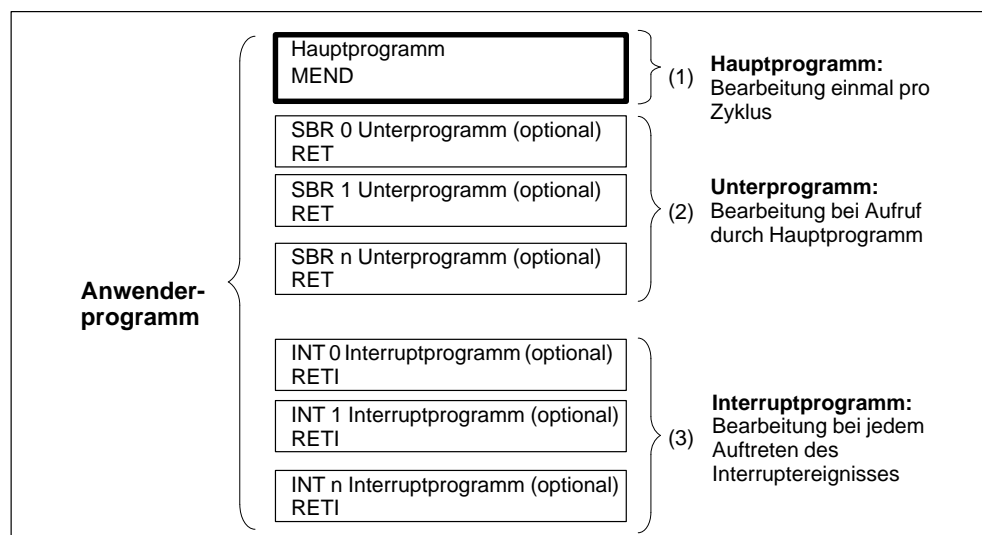

Bild 6-6 Aufbau eines Programms für die S7-200 CPU
Programme für eine S7-200 CPU setzen sich aus drei Grundelementen zusammen: einem Hauptprogramm, Unterprogrammen (optional) und Interruptprogrammen (optional). In Bild 6-6 sehen Sie, daß ein S7-200 Programm in die folgenden Organisationseinheiten unterteilt ist:
- **Hauptprogramm:** In diesem Hauptteil des Programms ordnen Sie die Operationen an, die Ihre Anwendung steuern. Die Operationen des Hauptprogramms werden in jedem Zyklus der CPU der Reihe nach bearbeitet. Zum Beenden des Hauptprogramms verwenden Sie in KOP eine Spule zum absoluten Beenden des Programms und in AWL die Operation zum Beenden des Hauptprogramms (MEND) (siehe (1) in Bild 6-6).
- **Unterprogramme:** Diese optionalen Komponenten eines Programms werden nur dann bearbeitet, wenn sie aus dem Hauptprogramm aufgerufen werden. Ordnen Sie die Unterprogramme nach dem Ende des Hauptprogramms an (nach der Spule zum absoluten Beenden in KOP bzw. nach der Operation MEND in AWL). Beenden Sie jedes Unterprogramm mit der Operation RET (siehe (2) in Bild 6-6).
- **Interruptprogramme:** Diese optionalen Komponenten eines Programms werden nur bearbeitet, wenn ein Interruptereignis auftritt. Ordnen Sie die Interruptprogramme nach dem Ende des Hauptprogramms an (nach der Spule zum absoluten Beenden in KOP bzw. nach der Operation MEND in AWL). Beenden Sie jedes Interruptprogramm mit der Operation RETI, Interruptprogramm beenden (siehe (3) in Bild 6-6).